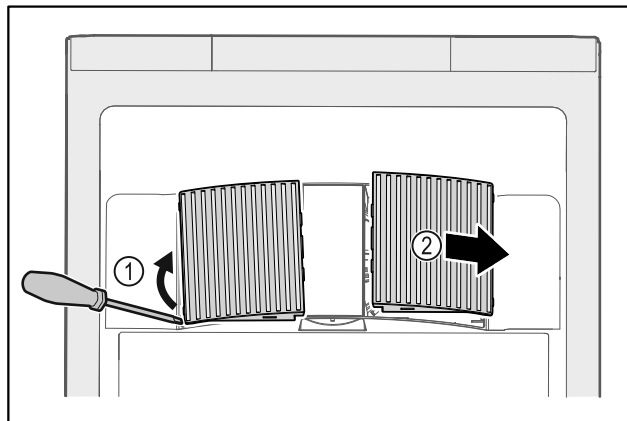

Fig. 171
- ▶ Opatrne vytiahnite kryty ventilátorov z bočnej strany Fig. 171 (1) a vyberte ich smerom dopredu Fig. 171 (2).